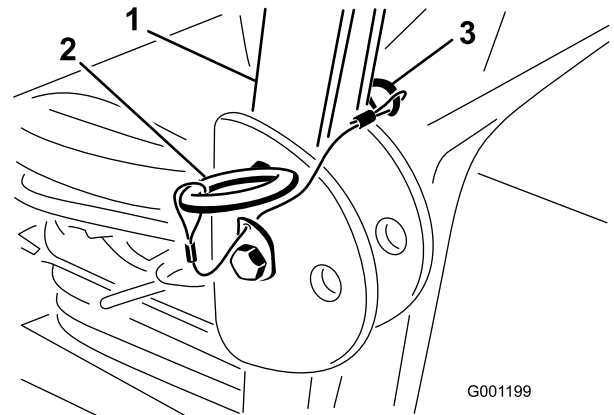

Bild 8
1. Nehmen Sie die Splints ab und die beiden Stifte vom Überrollbügel ab (Bild 8).
2. Richten Sie den Überrollbügel ganz auf und setzen Sie die beiden Stifte ein. Befestigen Sie die Stifte mit den Splints (Bild 8).